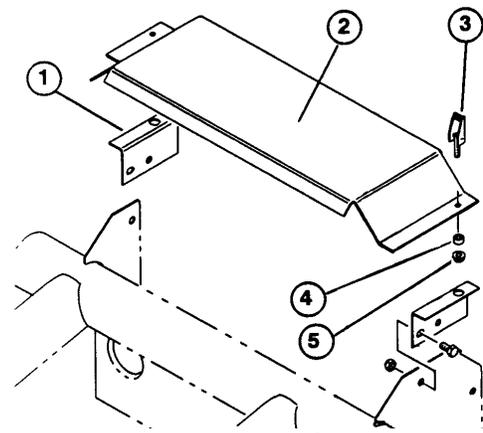

Figura 1
2. Monte o suporte esquerdo da tampa na estrutura com (2) parafusos sextavados de 5/16-18 x 5/8 pol. e as respectivas contraporcas (fornecidos com o jogo).
4. Coloque um trinco de dilatação em cada orifício de montagem da tampa do radiador conforme indicado na figura 1. Segure os trincos de cada lado com um olhal de borracha e uma porca de plástico.